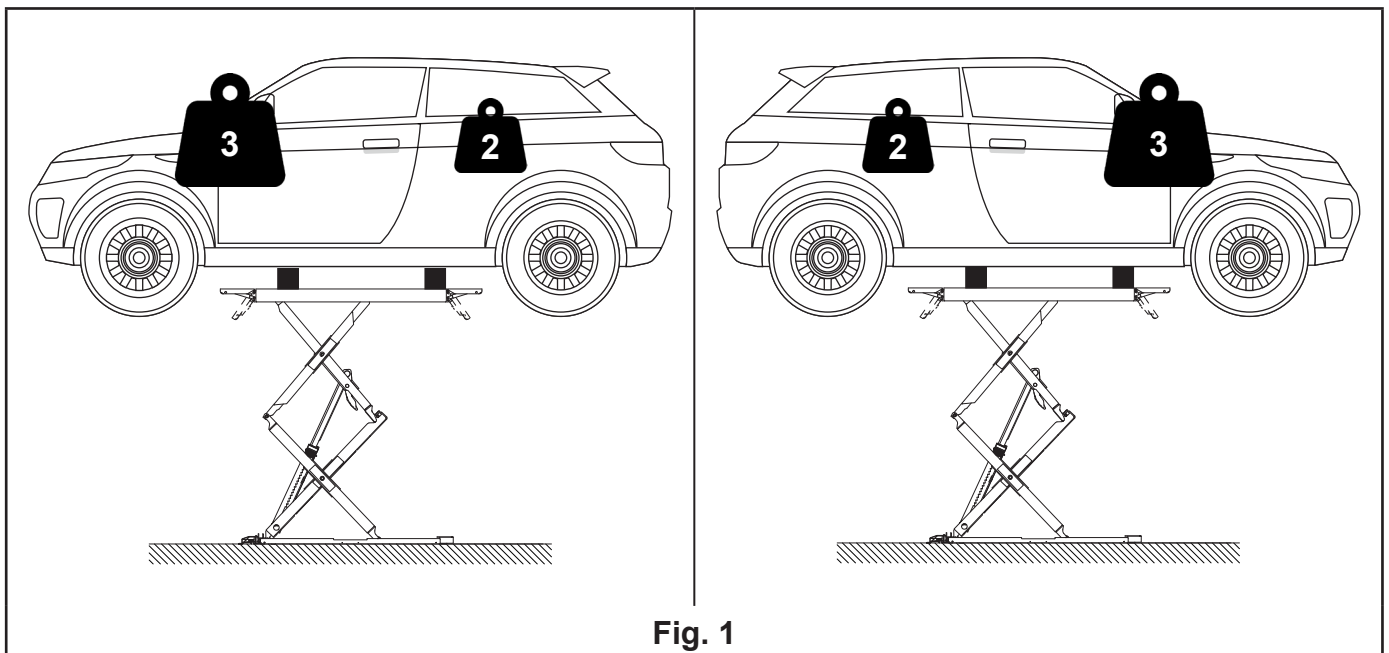

Fig. 1
- 3:2 / 2:3 (reversibile) (Fig. 1).